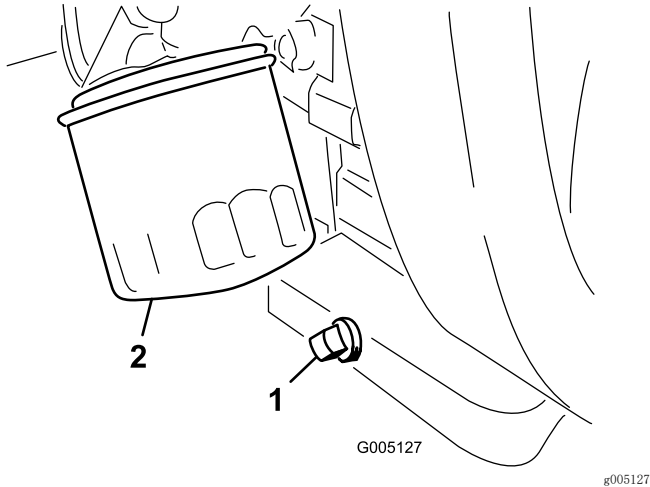

图31
1. 拆下排油塞（图31），让油流入放油盘。
2. 清洁排油塞的螺纹，施用聚四氟乙烯密封材料，然后安装排油塞（图31）。
3. 拆下机油滤芯（图31）。